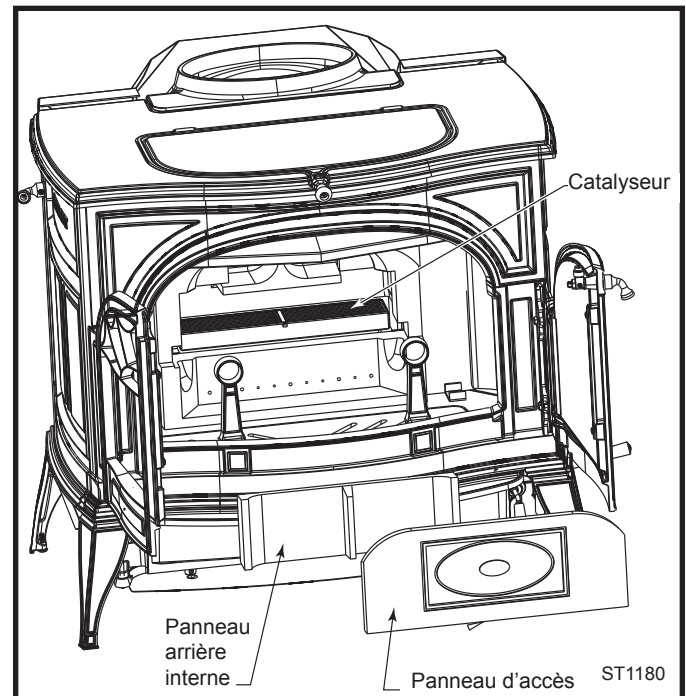

Fig. 48 Inspection du catalyseur.
- Vérifiez et enlevez toute accumulation de cendres à l'arrière de l'ensemble de combustion. Cette étape doit être effectuée conjointement avec le nettoyage annuel du carneau, puisque la manière la plus pratique d'effectuer cette inspection est depuis l'ouverture de la buse. Inspectez les conduits de chaque côté de l'ensemble de combustion (un miroir serait utile) et aspirez les cendres à l'aide d'un flexible d'aspiration inséré dans chaque conduit. Prenez garde de ne pas endommager le matériau fibreux blanc dans cette chambre arrière. (Fig. 48)
Retirer le panneau d'accès et le panneau interne arrière. Retirer le catalyseur en le soulevant et en le tirant vers vous. (Fig. 48)